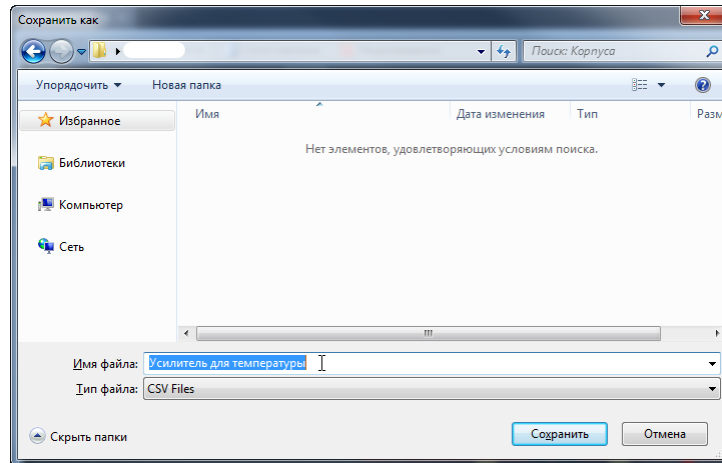

Рис. 322 Указание имени и места сохранения экспортируемого файла с радиодеталями
2. Укажите в окне проводника место сохранения и имя файла, см. Рис. 322.